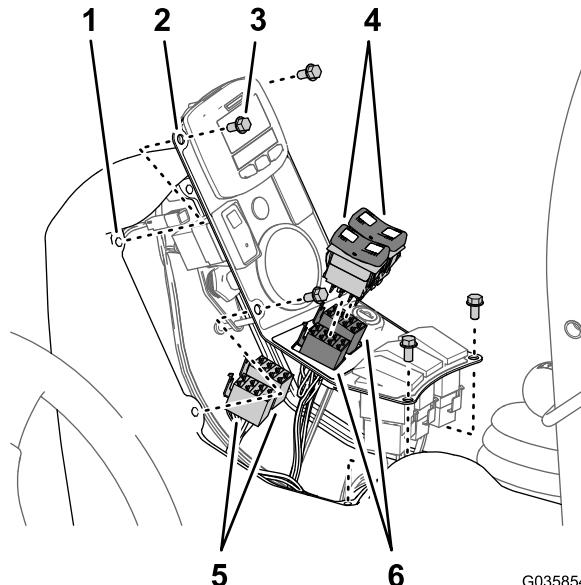
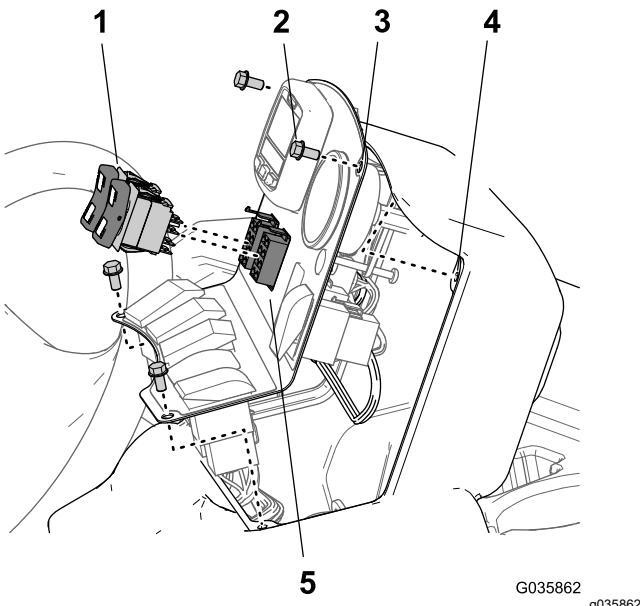

图 37
图 38
- 卸下将开关面板固定至中央控制台的 4 个凸缘头螺栓 $\frac{1}{4} \times \frac{1}{2}$ 英寸并升起面板图 37 或图 28。
2. 从喷洒臂升降开关上断开机器线束的 8 插槽接头 图 37 或 图 38。
3. 将摇臂开关接入超声波喷洒臂修整套件线束的 8 插槽接头 图 37 或 图 38。
5. 将开关面板中的孔与控制台框架对齐 图 37 或 图 38。
6. 使用您在步骤 1 中拆下的 4 个凸缘头螺栓 $\frac{1}{4} \times \frac{1}{2}$ 英寸 图 37 或 图 38 将侧盖固定至中央控制台。